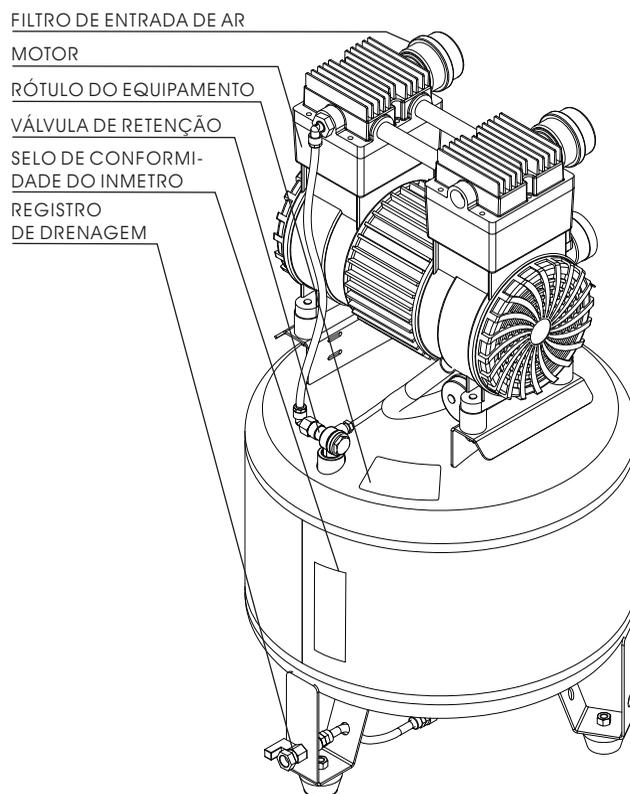

Fig. 2
- 1▶ A voltagem de funcionamento do Compressor Super Inox 2hp é de 127 **ou** 220V, como indicado no rótulo de identificação que se encontra na parte posterior superior do reservatório. Consulte “*Identificação dos Componentes do Compressor*” (Fig. 2, pág. 6).
DIÁRIA	<p>Drenagem da água do reservatório:</p> <p>Deve ser feita de forma completa, até esgotar totalmente o ar e a água acumulada no reservatório.</p> <p>Gire lentamente o registro de drenagem (Fig. 2, pág. 6) no sentido anti-horário (1/4 de volta) até que toda a água acumulada no interior do reservatório seja drenada, feche o registro.</p> <p>Recomendamos o uso de uma mangueira de PU (8 x 5 mm) conectada ao registro de drenagem para direcionar água condensada para o local de descarte adequado.</p>
<p>Limpeza do elemento filtrante (entrada de ar):</p> <p>Abra o compartimento do filtro de entrada de ar (Fig. 2, pág. 6) girando a tampa plástica no sentido anti-horário, remova o elemento filtrante, limpe-o com jato de ar e monte o conjunto novamente.</p>
A CADA 5 ANOS	<p>Observe no selo de conformidade do INMETRO (Fig. 2, pág. 6) a obrigatoriedade de exames e teste hidrostático a partir de 5 anos. Estes procedimentos devem ser realizados por profissional habilitado (engenheiro responsável).</p>